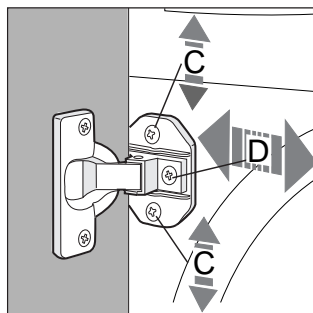

Fig. 7
- Regular a posição do painel de madeira nos sentidos vertical e horizontal, mediante os parafusos **C** e **D**, como indicado na fig. 7.